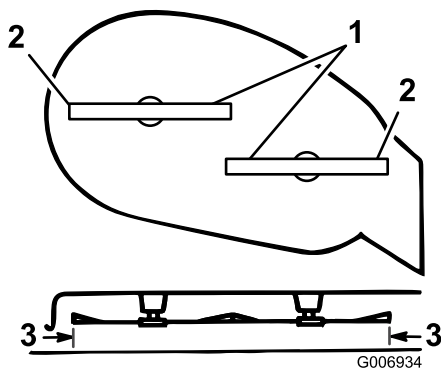

Figura 47
5. Ruotate con cautela le lame da un lato all'altro (Figura 47).
6. Misurate la distanza tra i taglianti esterni e la superficie piana (Figura 47). Se entrambe le misurazioni non sono comprese in 5 mm, regolatele; vedere 7 a 10.